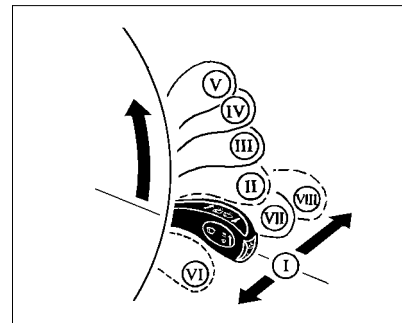

Рис. 36. Переключатель стеклоочистителей
**I** (рис. 36) – **нейтральное положение.** Очистители и омыватели стекол выключены.